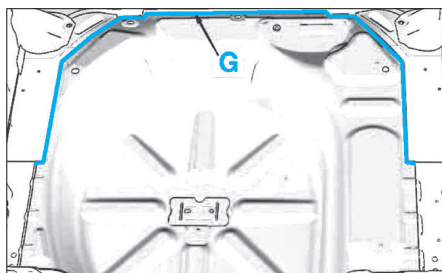

FIG. 63
- Découper en G, puis extraire le plancher (Fig.63).